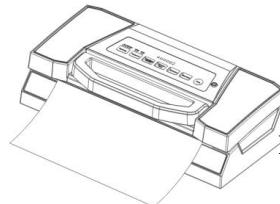

Fig.7
8. Appuyez sur le bouton "Scellage manuel" pour commencer à sceller les sacs -**Fig.7**